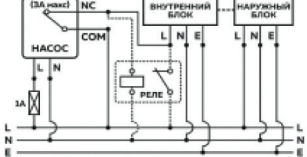

рис. 3
- 6. Подключите насос к сети электропитания. Для того, чтобы предотвратить ущерб из-за протечек в случае выхода дренажного насоса из строя, настоятельно рекомендуется подключить аварийную опцию (A1.ABM). Коммутационная способность контактов аварийной схемы 3А/~240В. Если в вашем случае этого недостаточно, используйте дополнительное реле (рис. 3).